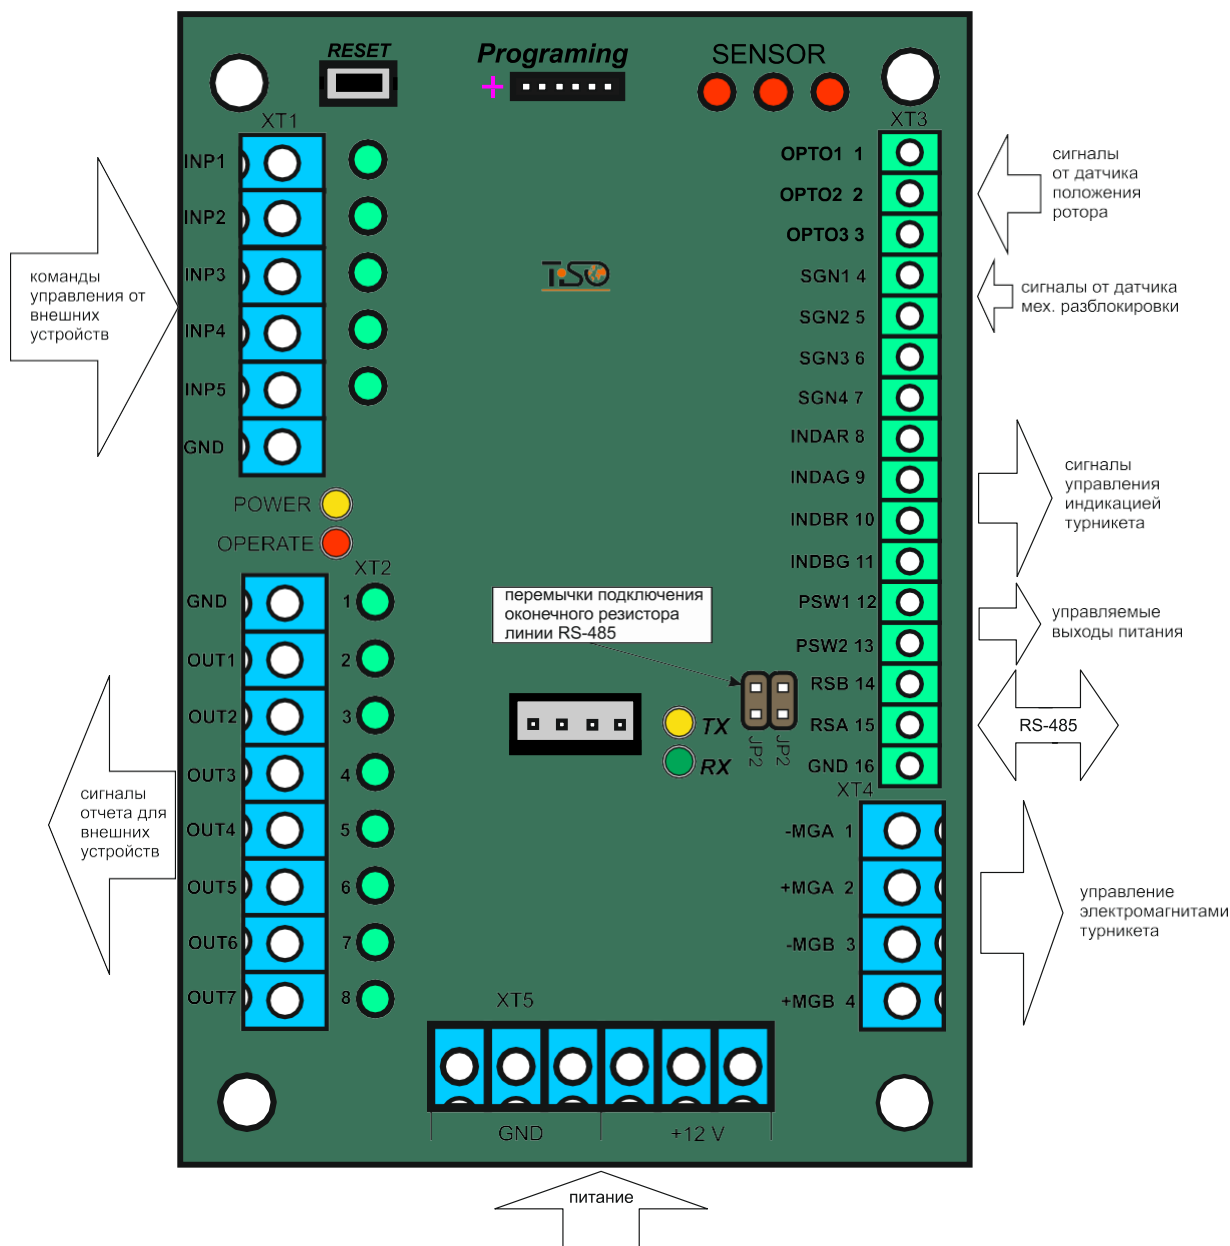

Рис. 7– Внешний вид контроллера РСВ.112.21.20.00
**1.6.2.1.** Контроллер выполнен на плате (104 x 68) мм (см.рисунок 7). Для управления электромагнитами и индикаторами используются полевые транзисторы.